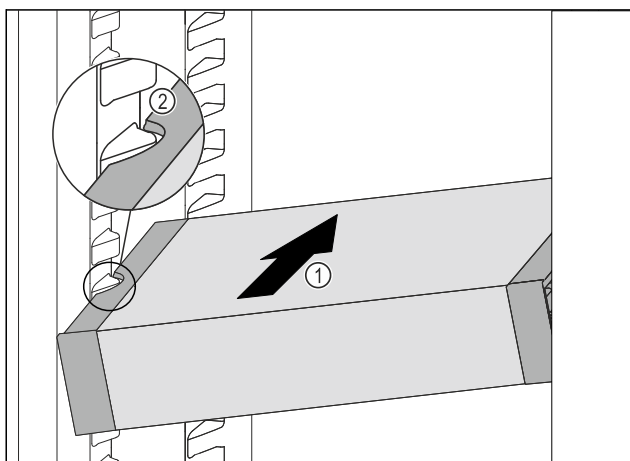

Fig. 99
- Skyv VarioSafe skrått inn i kjøleskapsdelen Fig. 99 (1), til utsparingene på sidene av Fig. 99 (2) VarioSafeser på nivå med rillene i kjøleskapet.